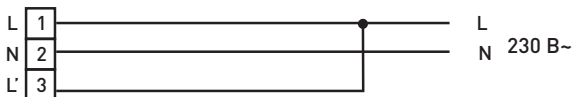

Рис. 3
- присоединить подготовленные концы кабеля к винтовым зажимам клеммной колодки, согласно маркировке(рисунок.3)
6.8.3 Монтаж светильника на рабочую поверхность производить при помощи монтажных скоб и крепежа, входящего в комплект поставки (рисунок 3):